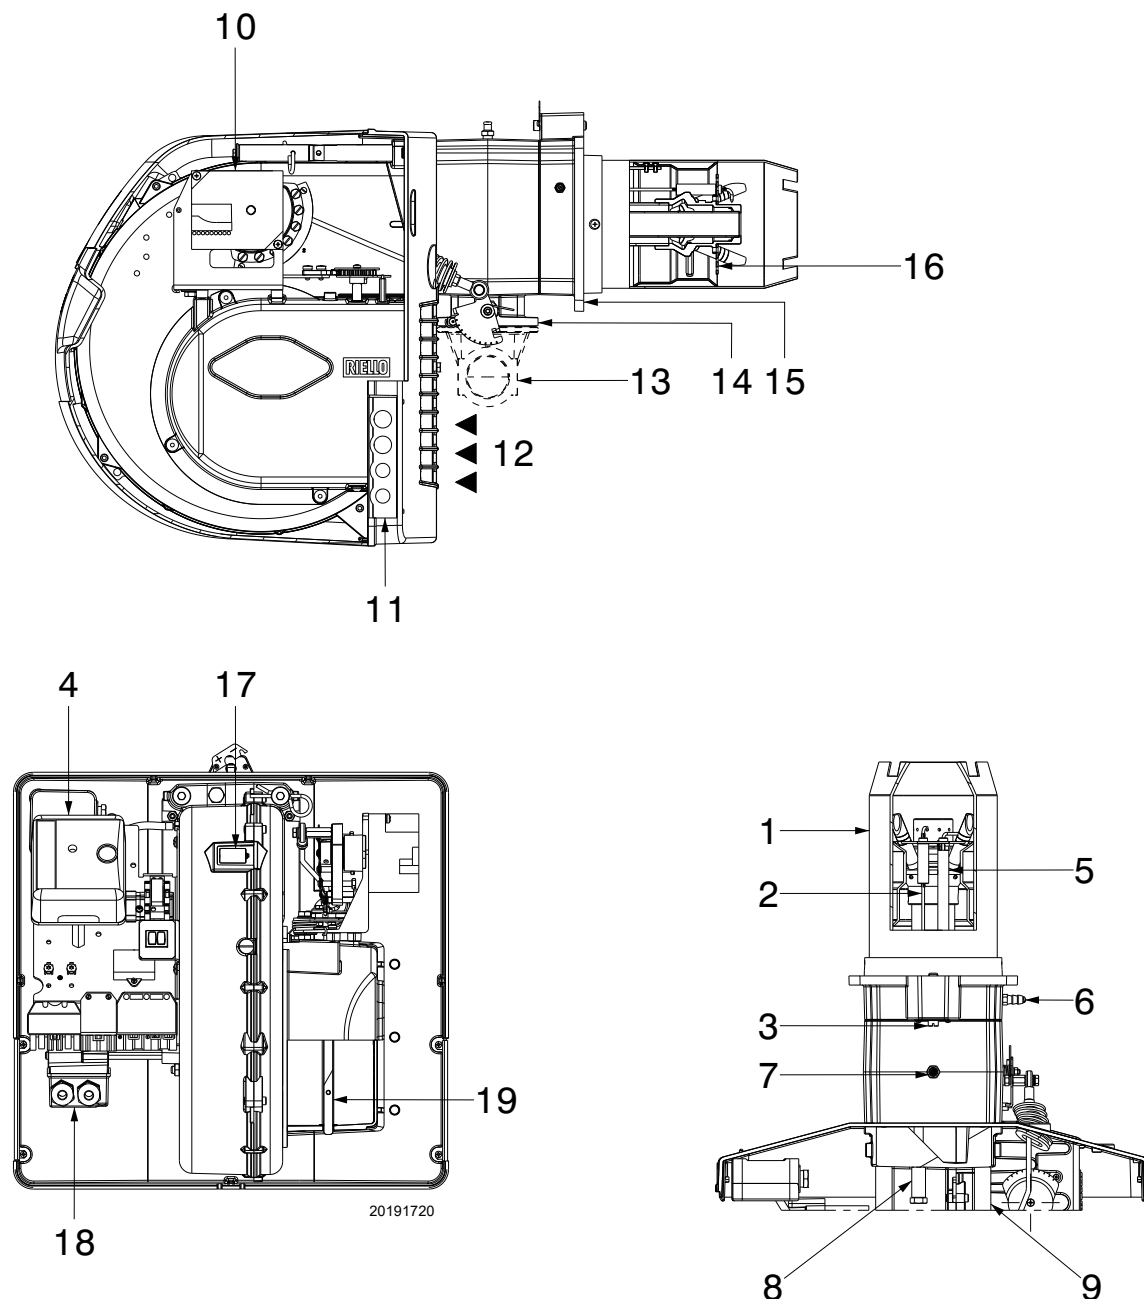

图 5
- (1) 参考条件 : 环境温度 20°C - 燃气温度 15°C - 大气压力 1013 mbar - 海拔 0 m a.s.l。
(2) 测试点 7) (图 5) 处的燃气压力, 此时炉膛压力为 0 并且燃烧器处于最大出力运行状态。
(3) 噪音测试在制造商燃烧实验室内进行, 燃烧器在测试锅炉上以最大出力运行。
如果控制盒按钮（红色 LED 灯）4（图 5）指示灯亮起，则表示燃烧器锁定。复位时，按住复位键 1-3 秒。